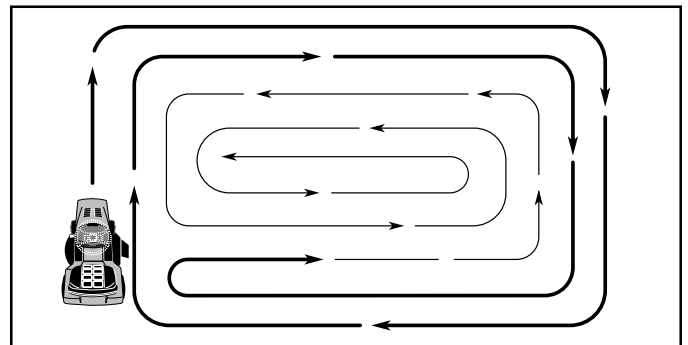

FIG. 8
- Pour tondre une grande surface, on vous conseille de commencer par tourner à droite, de façon à ce que l'herbe ne soit pas déversée sur les arbustes, les clôtures, les allées, etc. Après un ou deux tours, tondez en sens inverse en tournant à gauche jusqu'à ce que le travail soit achevé (Voyez la Fig. 8).